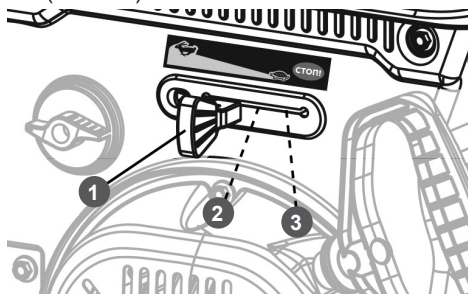

Рис. 27. Положения рычага газа
4. Переведите рычаг газа сначала в крайнее левое положение, затем в крайнее правое, после чего установите рычаг в среднее положение (Рис. 27).
2. Рычагом газа переведите двигатель в режим холостого хода (переведите рычаг газа в положение 2 (Рис. 27).
4. Переведите рычаг газа в положение 3 (крайнее правое) (Рис. 27).